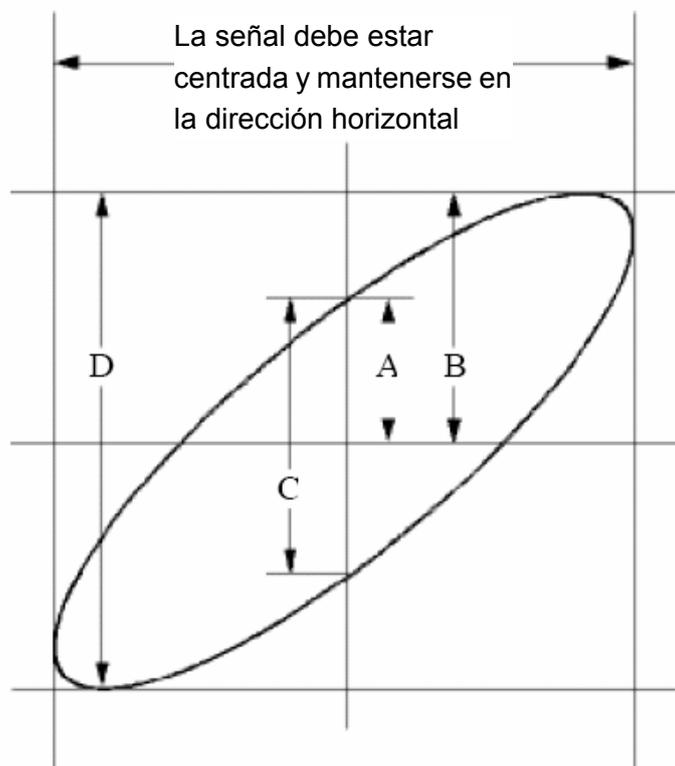

Figura 7-6 Gráfico de Lissajous
- (1) Configure el coeficiente de atenuación en el menú de la sonda como 10X y el interruptor de la sonda también 10X (ver cómo configurar el coeficiente de atenuación de la sonda).
- (2) Conecte la sonda del Canal 1 (CH1) a la entrada de la red y la del canal 2 (CH2) a la salida de la red.
- (3) Pulse las teclas **CH1** y **CH2** para activar ambos canales.
- (4) Pulse la tecla **Autoset**, el osciloscopio encenderá las señales de los canales y las mostrará en la pantalla.
- (5) Pulse la tecla CH1 para seleccionar el canal y gire el selector inferior; luego pulse la tecla CH2 para seleccionar el canal y ajuste también con el selector inferior igualando aproximadamente la amplitud de ambas señales.
- (6) Seleccione la tecla inicio  para abrir el panel de menús. Seleccione la tecla de función **XY** para cambiarla al estado **ON**. El osciloscopio mostrará las características de entrada y salida de la red en forma de gráfico de Lissajous.
- (7) Gire los selectores superior e inferior para optimizar la forma de onda.
- (8) Utilizando el método del oscilograma (ver *Figura 7-6*).